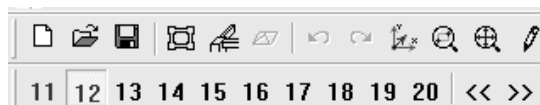

Рис. 1.10. Вибір поточного поверху
21. Зробіть поточним 12-й поверх (рис. 1.10).